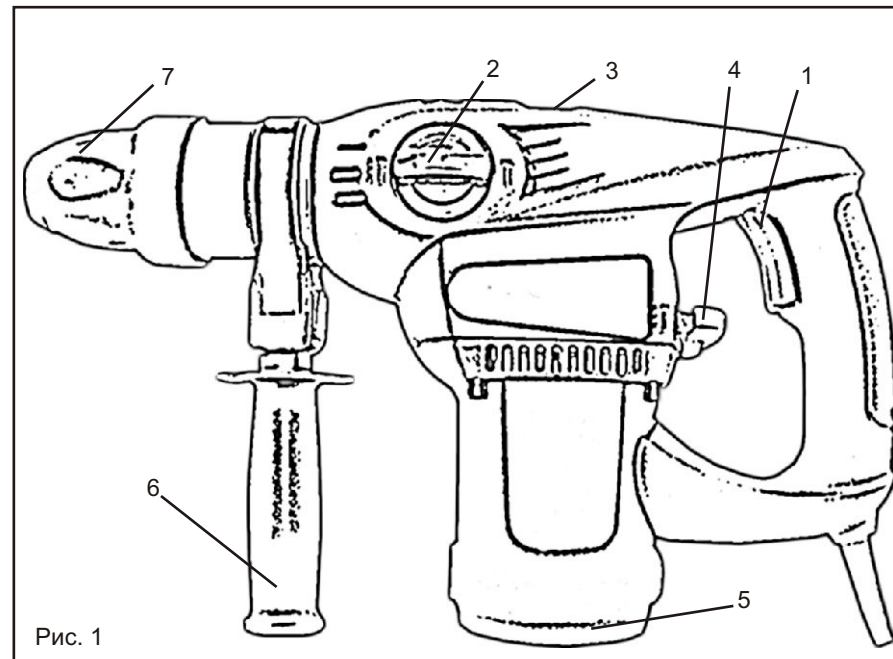

Рис. 1
8.3 Смазку валов производить каждые 50 часов работы отвернув заглушку отверстия для смазки (3) Рис. 1.
Внешний вид перфоратора представлен на рис. 1
см. Рис. 1